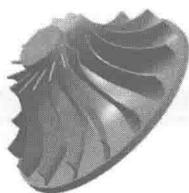
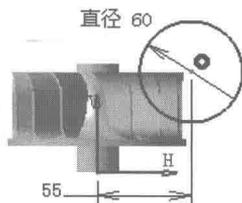

图 1.7 旋转槽 1
图 1.8 截面草图
(2) 定义阵列参数。在 **轴向参考** 选项卡的 **参数**：下拉列表中选择 **实例和角度间距** 选项；在 **实例**：文本框中输入值 15；在 **角度间距**：文本框中输入值 24。
(3) 定义阵列对象。激活 **要阵列的对象** 区域内的 **对象**：文本框，选取凸台 1 为要阵列的对象。
(4) 右击 **参考方向** 区域内的 **参考元素**：文本框，在弹出的快捷菜单中选择  选项。
(5) 单击  按钮，完成圆形阵列 1 的添加。
Step5. 添加图 1.7 所示的零件特征——旋转槽 1。
(1) 选择命令。选择下拉菜单    命令。
(2) 创建截面草图。选取“xy 平面”为草图平面；在草绘工作台中绘制图 1.8 所示的截面草图；单击“工作台”工具栏中的  按钮，退出草绘工作台。
(3) 定义旋转角度。在**限制**区域的**第一角度**文本框中输入值 360。
(4) 定义旋转轴。激活**轴线**区域的**选择**：文本框并右击，在弹出的快捷菜单中选择 **Y 轴** 为旋转轴。
(5) 单击 **确定** 按钮，完成旋转槽 1 的添加。